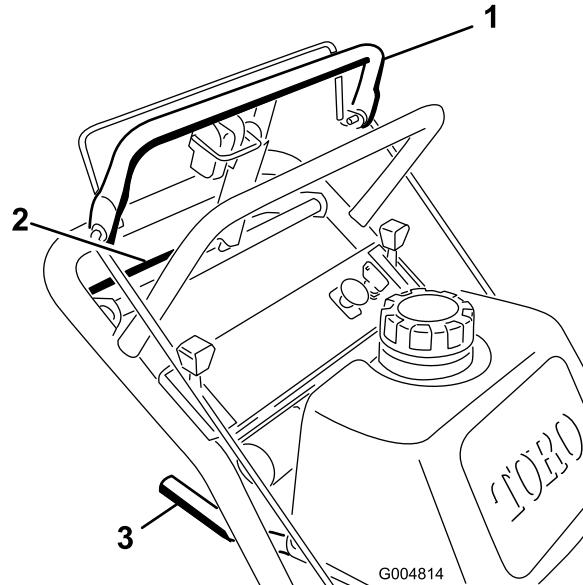
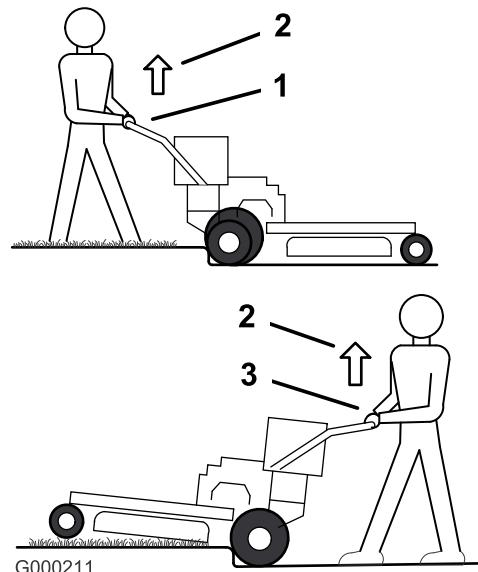

Figure 9
Figure 10
1. Pour vous déplacer en marche avant, sélectionnez une vitesse en marche avant (Figure 9).
3. Appuyez lentement sur la barre de commande supérieure pour avancer (Figure 9).
Pour vous déplacer en ligne droite, appliquez une pression égale aux deux extrémités de la barre de commande supérieure (Figure 9).
Pour tourner, relâchez la pression sur le côté de la barre de commande supérieure dans la direction que vous voulez prendre (Figure 9)
3. Rapprochez lentement la barre de commande inférieure de la partie inférieure du guidon pour vous déplacer en marche arrière (Figure 9).
3. Conduisez la machine jusqu'à ce que les roues pivotantes touchent la bordure (Figure 10).
4. Appuyez sur le guidon pour soulever l'avant de la machine (Figure 10).
5. Conduisez la machine jusqu'à ce que les roues motrices touchent la bordure (Figure 10).
6. Abaissez l'avant de la machine (Figure 10).
7. Engagez la barre de commande inférieure et soulevez la partie inférieure du guidon simultanément pour monter sur la bordure (Figure 9 et Figure 10).
3. Conduisez la machine jusqu'à ce que les roues motrices touchent la bordure (Figure 10).
4. Engagez la barre de commande inférieure et soulevez la partie inférieure du guidon simultanément (Figure 9 et Figure 10).